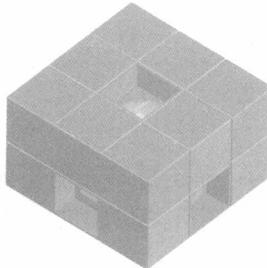
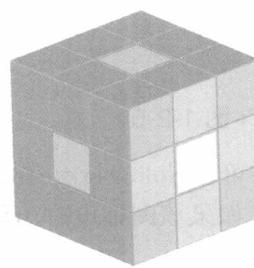

图 1-3-3
图 1-3-4
(3) 顶面装配，依次将 4 个角色块和 4 个棱色块摆放好，将 1 个中心色块外套插入并拧入螺钉，如图 1-3-3 所示。
(4) 使用步骤 (3) 同样的方法装配底面的 9 个色块。
(5) 插入 6 个中心色块的嵌体，完成后如图 1-3-4 所示。